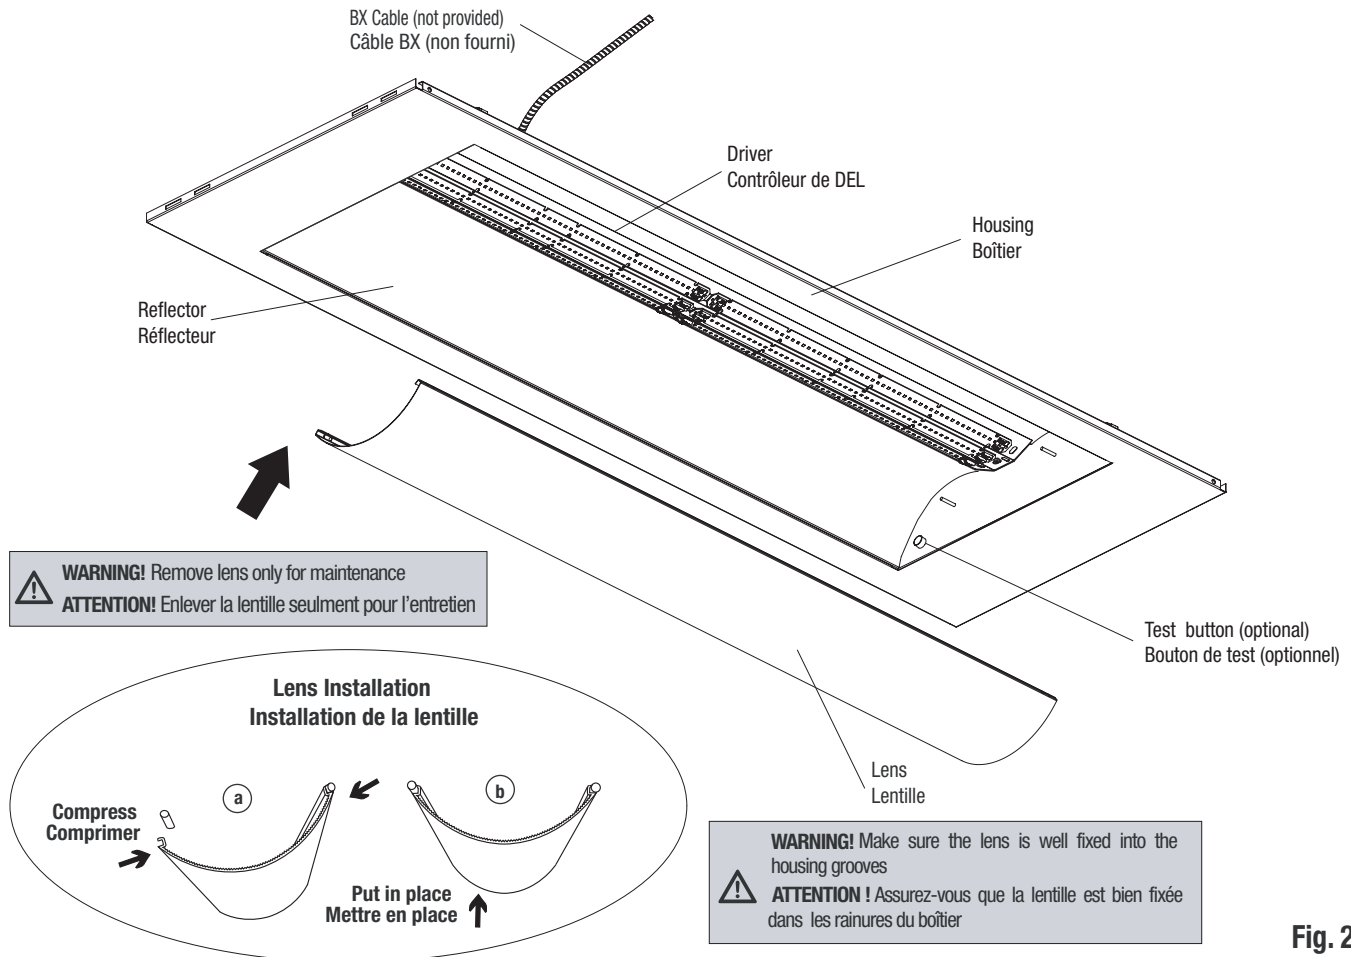

Fig. 2
To Test, press the TEST button (Fig. 2). The charge indicator included into the TEST button will go out and the luminaire will come on supplied by the direct current (DC). Release the TEST button. The charge indicator will come on and the luminaire will be supplied by the alternating current (AC). After the battery has reached full charge, the indicator light will go out. Under normal operation the charge indicator will turn on and off intermittently while the unit is in standby mode (regular AC is present) since the charge rate will vary in order to maintain an optimal battery performance.
Pour effectuer un test, appuyer sur le bouton TEST (Fig. 2). Le voyant témoin de charge inclus dans le bouton TEST s'éteindra et le luminaire s'allumera alimenté par le courant continu (c.c.). Relâcher le bouton TEST. Le voyant témoin de charge s'allumera et le luminaire sera alimenté par le courant alternatif (c.a.). Une fois la batterie entièrement chargée, le voyant témoin s'éteindra. En fonctionnement normal, le voyant témoin s'allumera et s'éteindra de façon intermittente pendant que l'unité est en mode réserve (le c.a. régulier est présent) puisque le taux de charge variera pour maintenir une performance de batterie optimale. L'équipement doit être vérifié tous les 30 jours pendant 30 secondes. Une fois par année, l'équipement doit être vérifié pour une décharge totale pendant 90 minutes.